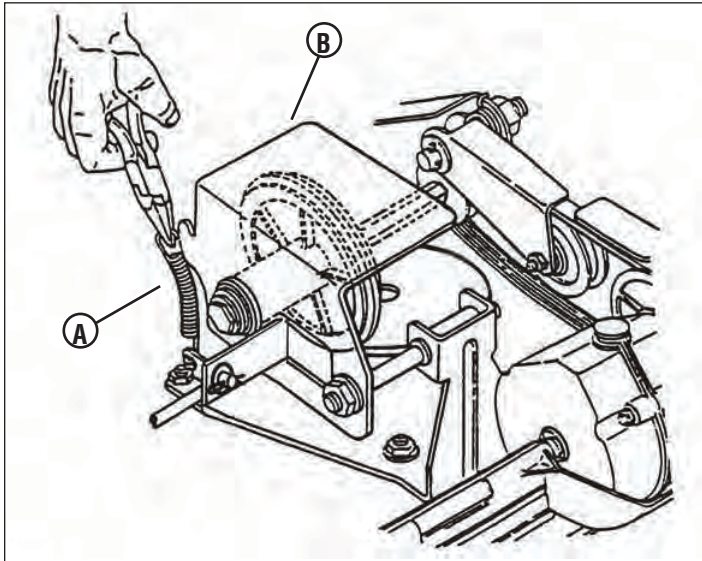

Figure 9
- Retirer le ressort du disque d'entraînement (A, Figure 9) de l'ensemble du disque d'entraînement (B) comme illustré.
- Remplacer le ressort du disque d'entraînement sur l'ensemble de disque d'entraînement. Voir Figure 9.